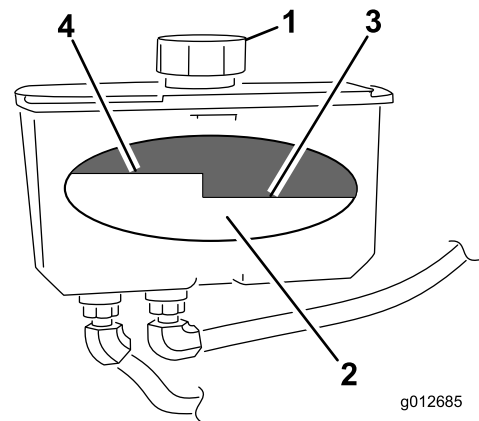

Figura 72
4. Pulite attorno al collo del bocchettone e del tappo del serbatoio idraulico (Figura 72).
5. Togliete il tappo dal bocchettone di riempimento. Guardate all'interno per controllare il livello del fluido nel serbatoio. (Figura 72).
**Nota:** Quando è caldo, il fluido deve raggiungere la parte superiore del segno Hot sul diaframma (Figura 72).